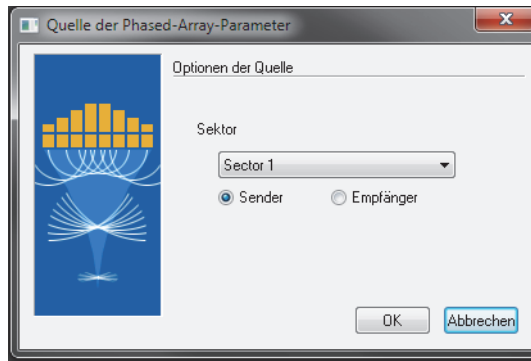

Abbildung 4-11 Dialogfeld Quelle der Phased-Array-Parameter
- a) Wählen Sie im Dialogfeld **Quelle der Phased-Array-Parameter** (Abbildung 4-11 auf Seite 112), den zu bearbeitenden Sektor und dann den **Sender** aus und klicken Sie auf **OK**.
- a) Wählen Sie im Dialogfeld **Quelle der Phased-Array-Parameter** (Abbildung 4-11 auf Seite 112) den zu bearbeitenden Sektor und dann den **Sender** aus und klicken Sie auf **OK**.
- a) Wählen Sie im Dialogfeld **Quelle der Phased-Array-Parameter** (Abbildung 4-11 auf Seite 112), den zu bearbeitenden Sektor und dann den **Empfänger** aus und klicken Sie auf **OK**.